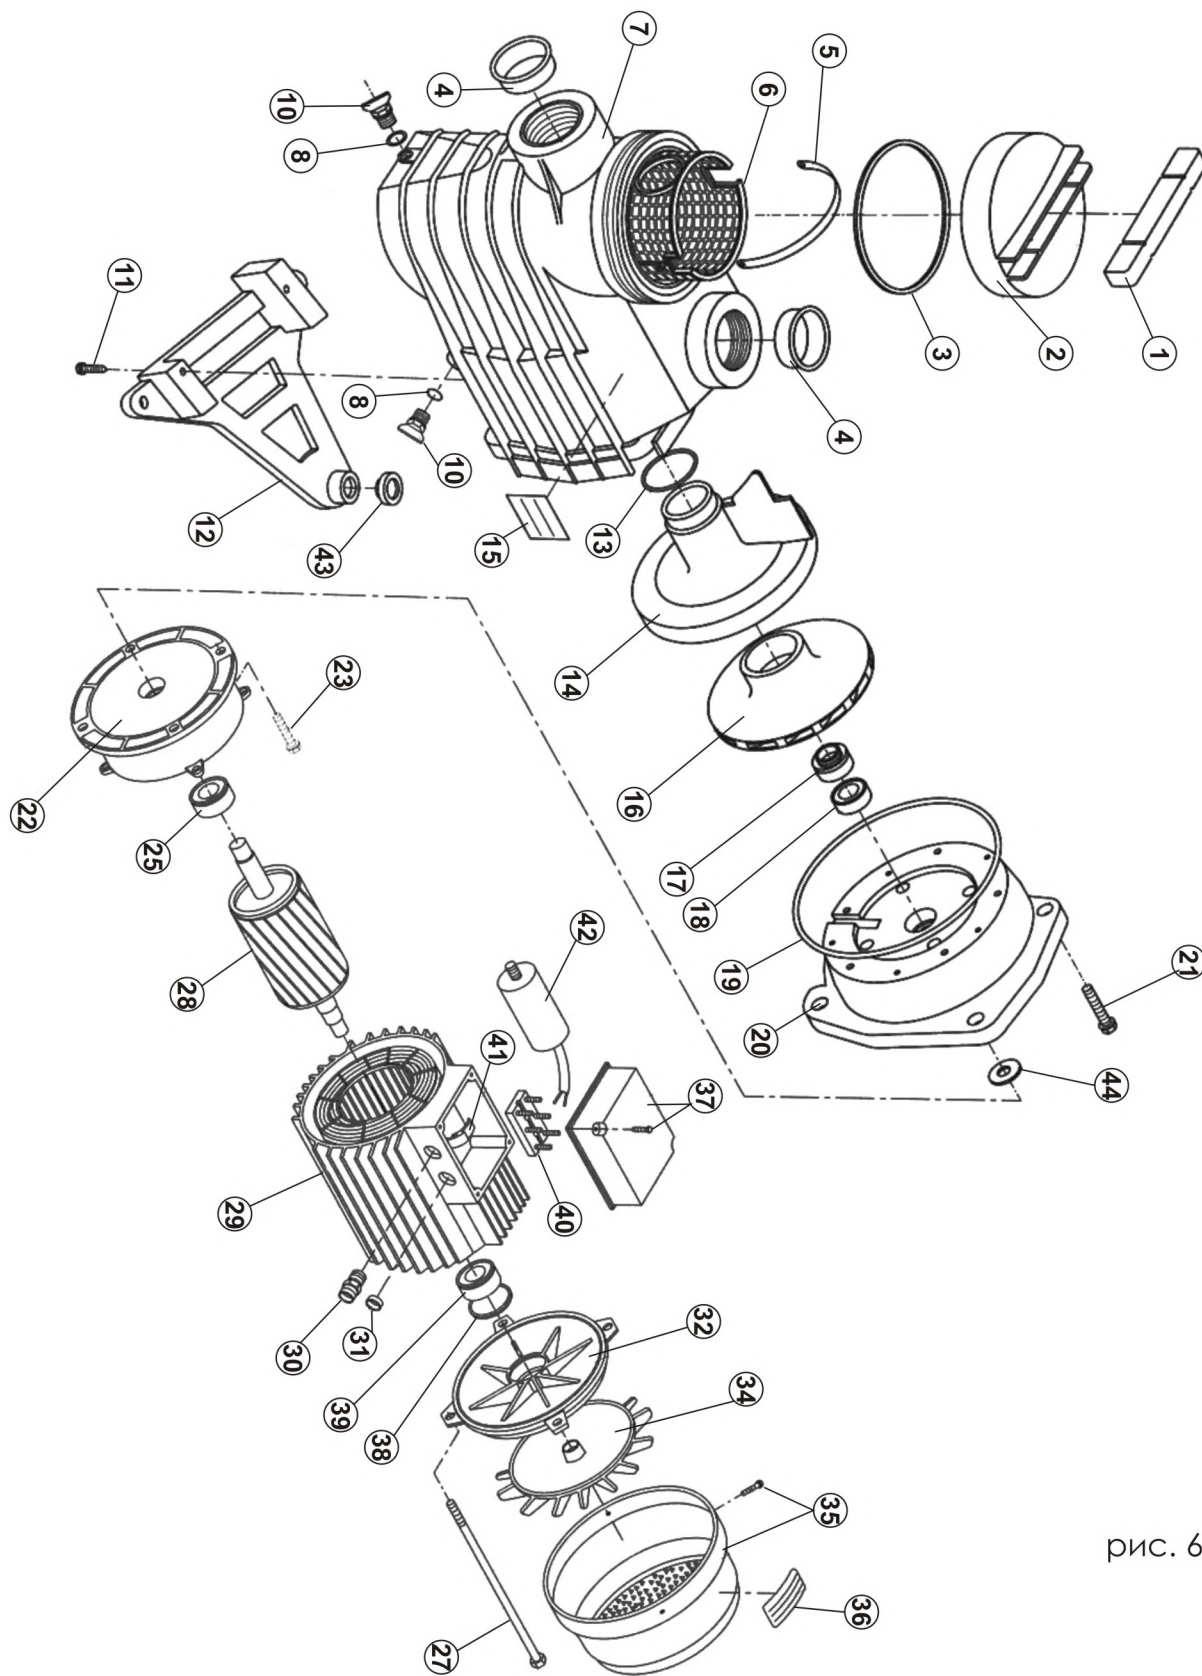

рис. 6
У насоса, в положении всасывания (выше уровня воды в резервуаре), до включения снимите кожух насоса (2) (рис. 6, стр. 13) и медленно заполните чистой водой до уровня форсунки всасывания. Закройте кожух (2) снова, и убедитесь, что он герметично закрыт.
Насос нельзя включать без установленного фильтра (6) (рис. 6, стр.13) так как насос может засориться.
- отключите кабеля питания и уберите их в коробку (40) (рис.6, стр.13).
- Установить уплотнительный сальник (17/18) согласно рис.6, стр.13.
Чтобы заказать запасные части, необходимо дать четкое название в соответствии с рис.6, стр.13 и стр.14.